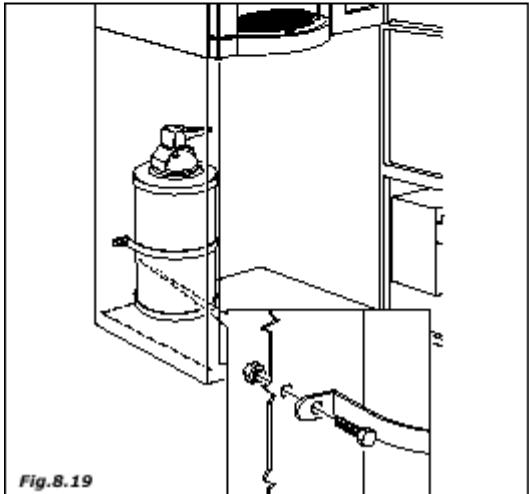

Fig. 8.19
- сберите и закрепите фильтр для накипи на задней стенке подставки под аппарат (рис. 8.19)